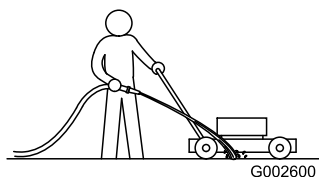

Figura 22
1. Con el motor en marcha sobre una superficie plana pavimentada, dirija un chorro de agua hacia delante de la rueda trasera **derecha** (Figura 22).